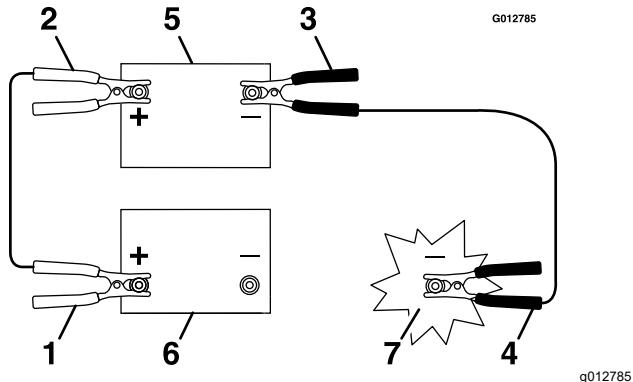

Bild 47
3. Schließen Sie das Pluskabel (+) an den Pluspol (+) des entladenen Akkus an, der am Anlasser oder Magnetventil angeschlossen ist, wie in Bild 47 abgebildet.